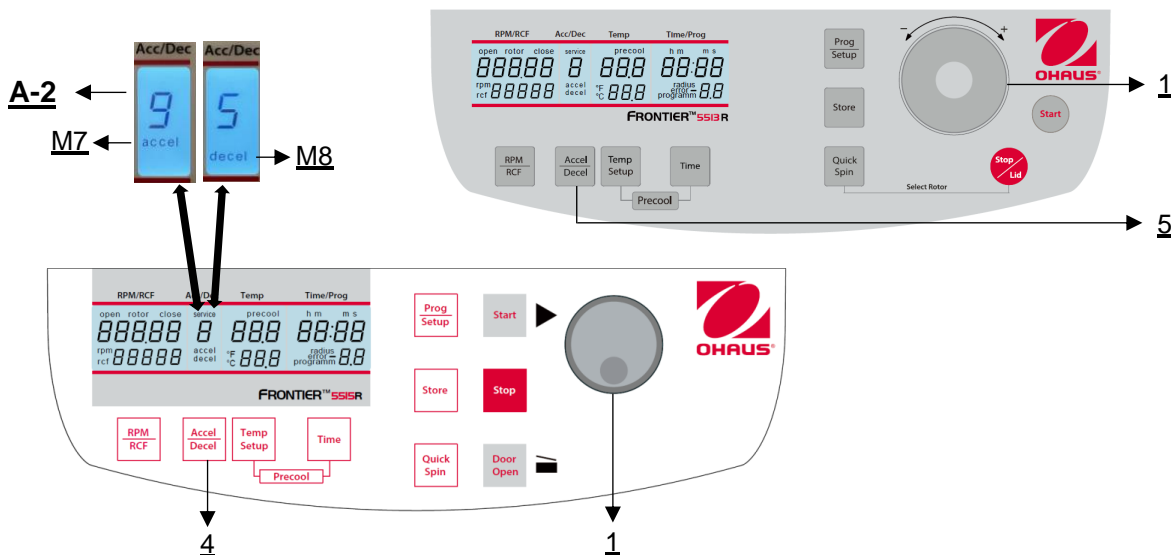

Figura 14
Questa funzione viene attivata tramite il tasto "**Accelera/Decelera**" (4) (vedere Figura 14).